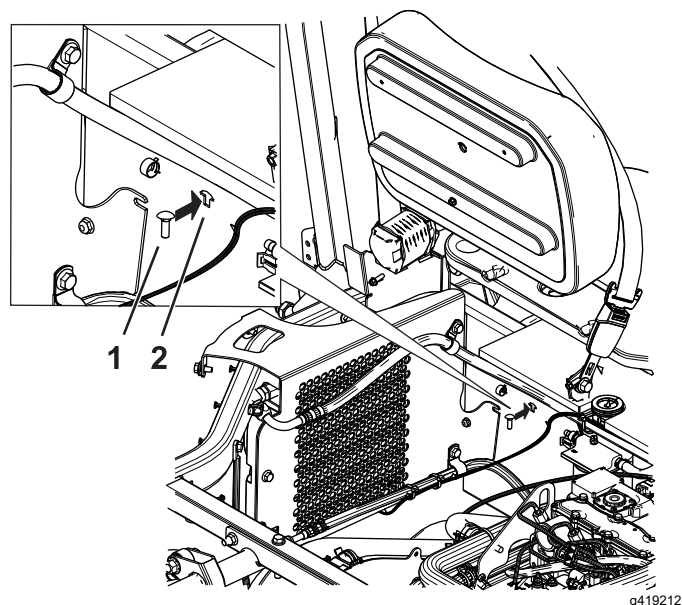

Figura 46
13. Para máquinas a gasolina, instale o parafuso de carroçaria ($\frac{1}{4} \times \frac{3}{4}$ pol.) e uma porca de bloqueio ($\frac{1}{4}$ pol.) na máquina usando o recorte para o parafuso de carroçaria (Figura 46).